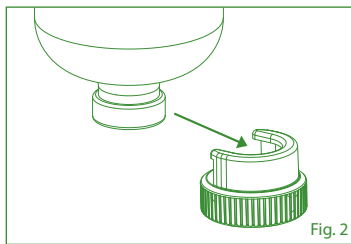

Fig. 2
2. Insert bottle into lock (Fig. 2, max \varnothing 20 mm).
2. Setzen Sie die Flasche in den Verschlussring ein (Abb. 2 max \varnothing 20 mm).
2. Insérez la bouteille dans la fixation (Fig. 2, max \varnothing 20 mm).